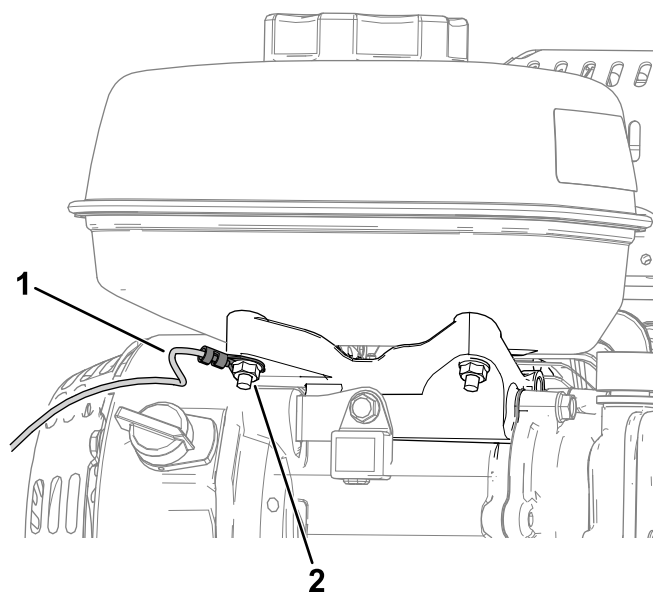

図 3
- 既存のナットを使用してエンジンの燃料タンク下にアース線リング端子を接続する 図 3。